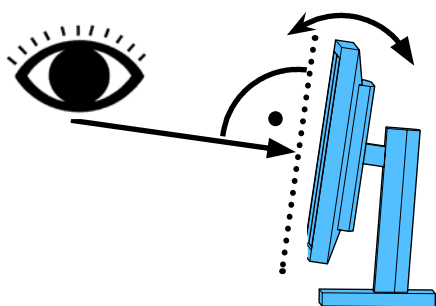

Fig. 8
- ⇒ Orientare il monitor (inclinarlo, ruotarlo sul piede di appoggio) in modo da poterlo osservare ad angolo retto in ogni piano ortogonale al monitor stesso (Fig. 8 / 9).